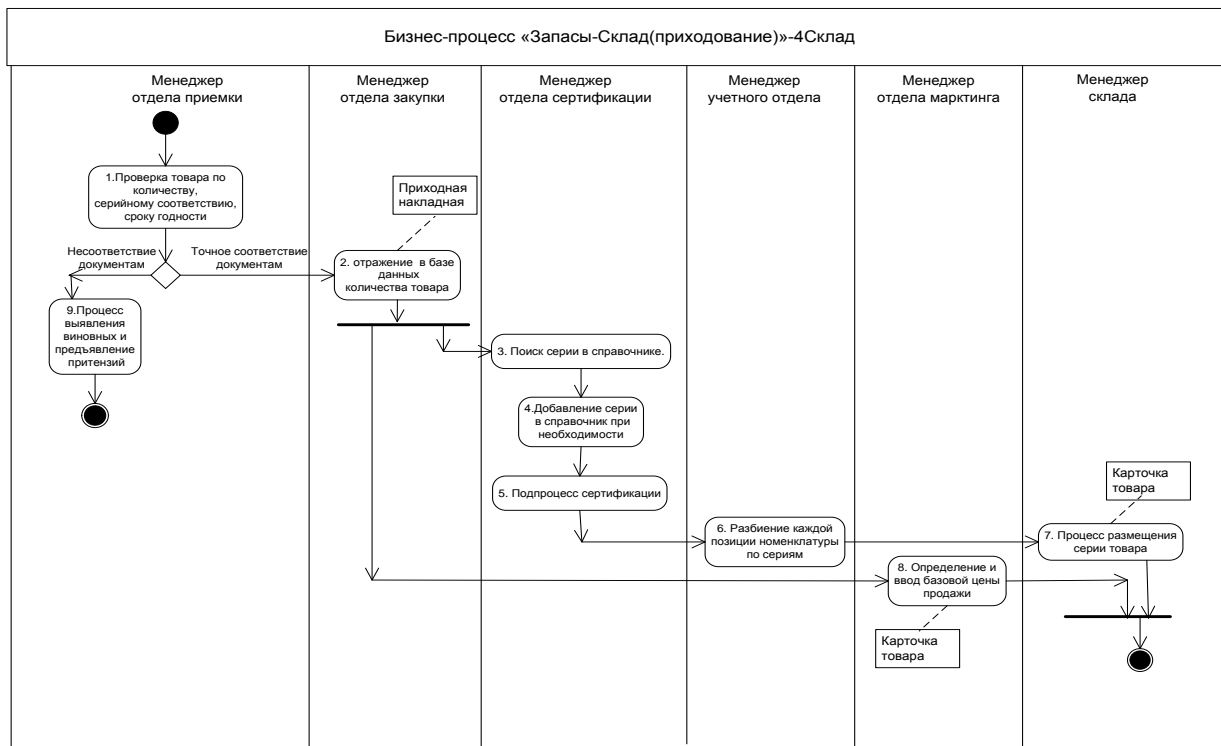

Рис.8 Диаграмма действий бизнес-процесса «Запасы-Склад(приходование)»
Общий вид диаграммы действий бизнес-процесса «Запасы – Склад (приходование)» представлен на рис.8.
1. В графе 1 проставьте краткое наименование диаграммы – 4Склад. Кроме того, в этой графе укажите номер операции, соответствующий изображению на диаграмме действий (рис.8).